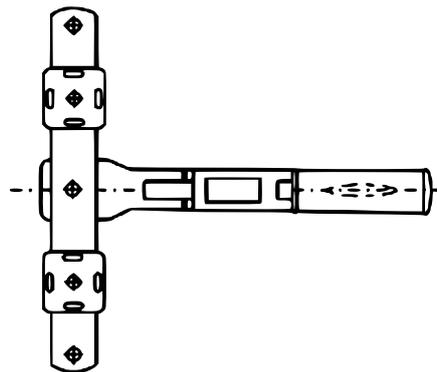

Abbildung 3
2. Befestigen Sie die Fixierschiene mit der Flügelschraube in der Nut, wie in Abb. 3 dargestellt.